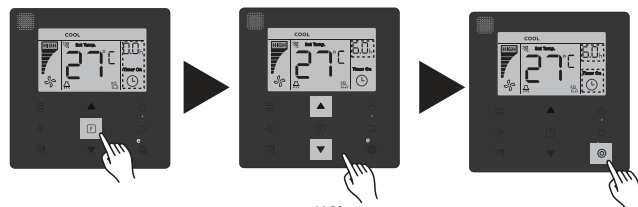

рис. 14.26
- 1) Настройка «Timer On»: нажмите кнопку , чтобы перейти к настройке «Timer On», на дисплее отобразится «0.0h Time On», и значки «Time On» будут мигать, затем нажмите кнопку  для перехода к настройке таймера. С помощью кнопок  и  настройте время и нажмите , чтобы завершить настройку таймера (см. рис. 14.26).